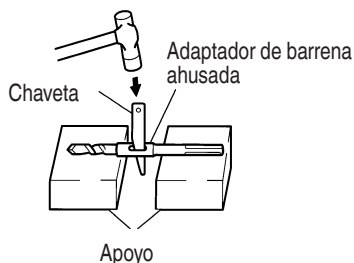

Fig. 15
(2) Ponga en ON el interruptor de alimentación y perforo un agujero de base.
(3) Después de eliminar el polvo con una jeringa, fije la clavija en la extremidad del anclaje e introduzca el anclaje con un martillo de mano.
- (4) Para sacar la broca con la barrena ahusada introduzca una chaveta en la ranura del adaptador de barrena ahusada, ponga apoyos debajo del martillo perforador y golpee la chaveta con un martillo de mano. (Fig. 15)